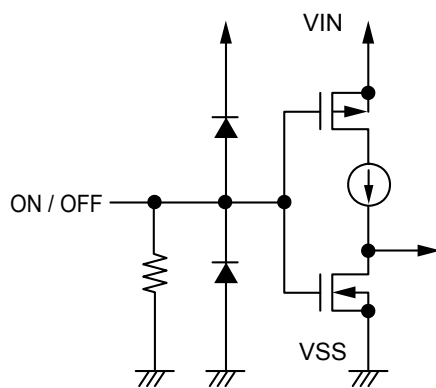

図17
ON / OFF端子は図17、18の構造になっています。S-1137シリーズA / Cタイプでは、ON / OFF端子がフローティング状態のとき、内部でVSS端子にプルダウンされているため、VOUT端子はV_{SS}レベルとなります。またS-1137シリーズB / Dタイプでは、ON / OFF端子は内部でプルダウンされていないため、フローティング状態で使用しないでください。S-1137シリーズB / DタイプにおいてON / OFF端子を使用しない場合、VIN端子に接続してください。
*1. ON / OFF端子をVIN端子に接続した状態で動作させたときのS-1137シリーズA / Cタイプの消費電流は、プルダウン抵抗に流れ込む電流分だけ多く流れますので注意してください (図17参照)。